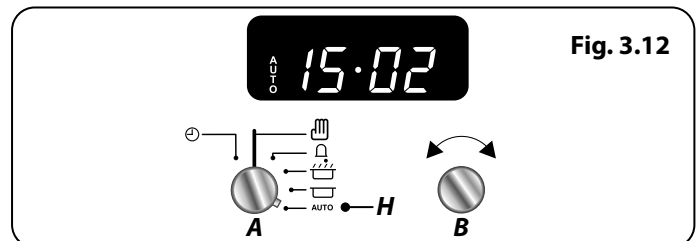

Fig. 3.12
5. Vrid **timervredet (A)** till inställningen **Auto (H)** (**Fig. 3.12**). Om displayen visar innevarande klockslag och ordet "**AUTO**", är ugnen inställd på att sättas på och stängas av.